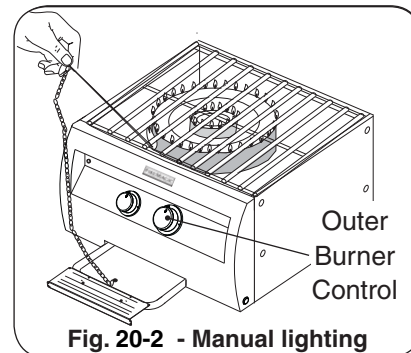

Fig. 20-2 - Manual lighting
AVERTISSEMENT: Ne mettez pas la main directement au-dessus du brûleur en s'allumant mais au loin au côté comme montré (Fig. 20-2).
- 2a. Insérez un allumeur brûlant de butane de long-baril, une allumette brûlante de long-tige, ou une allumette brûlante tenue par un support de prolongation de fil par les grilles à cuire au brûleur désiré à allumer (Fig. 20-2). Avec la flamme toujours à côté du brûleur, diminuez le bouton de commande de correspondance (bouton externe de droite de brûleur, brûleur intérieur laissés le bouton), et tout en pressant le tour il dans le sens contraire des aiguilles d'une montre dans la position LÉGÈRE de HI. Enlevez l'allumeur ou assortissez quand le brûleur s'allume, et libérez le bouton de commande.